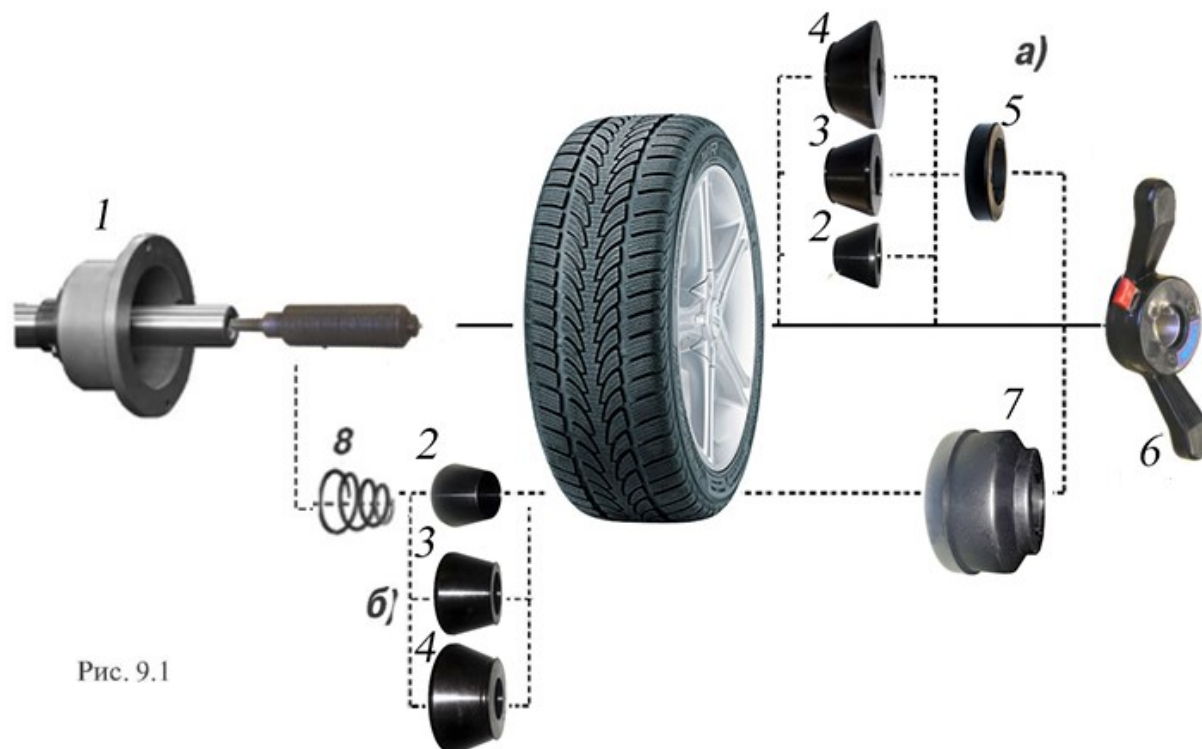

Рис. 9.1
9.2. Балансируемое колесо закрепляется на валу СБ за центральное отверстие диска с помощью конусов и быстросъемной гайки с раздвижными резьбовыми сухарями. В зависимости от конфигурации диска конус может быть установлен как с внешней стороны диска (вариант «а»), так и с внутренней (вариант «б») (см.рис. 9.1)
9.6. СБ оборудован педалью для ускорения установки колеса по (варианту «б») (см.рис. 9.1) Установите колесо на конус, установите быстросъемную гайку, нажмите два раза педаль, удерживая колесо и быстросъемную гайку. Вал СБ начнет вращаться, зажимая колесо, когда колесо будет зажато вращение вала остановиться. Окончательно затяните колесо быстросъемной гайкой вручную.